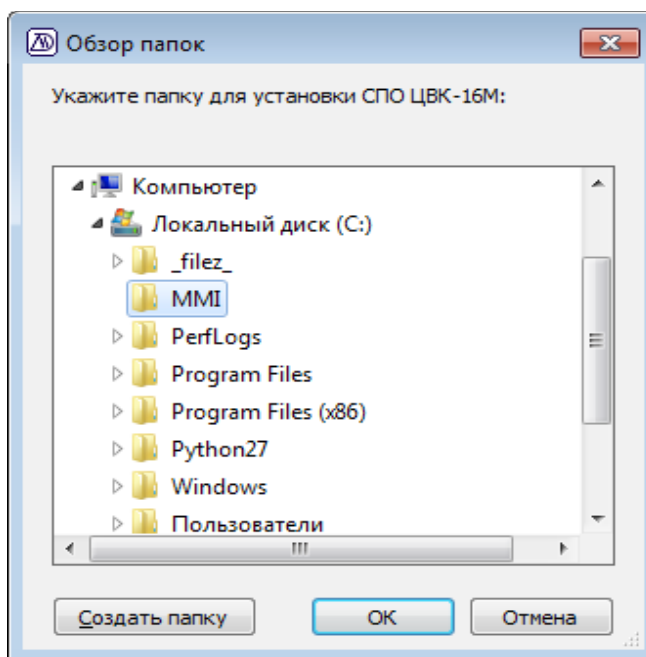

Рисунок 2.5 - Выбор каталога для установки программы
- 4.а) Для изменения каталога необходимо нажать на кнопку “Обзор ...” и в появившемся окне (рис.2.5) выбрать новый каталог для установки;